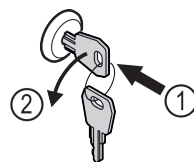

Fig. 167
- ▶ Włożyć kluczyk. Fig. 167 (1)
- ▶ Przekręcić kluczyk o 90° w lewo. Fig. 167 (2)